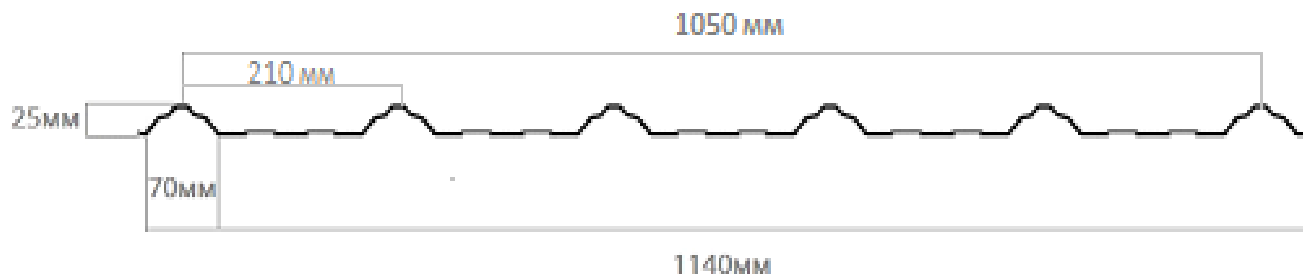

Рисунок 1
1.1. Листы Profplast имеют следующие размеры (рисунок 1):